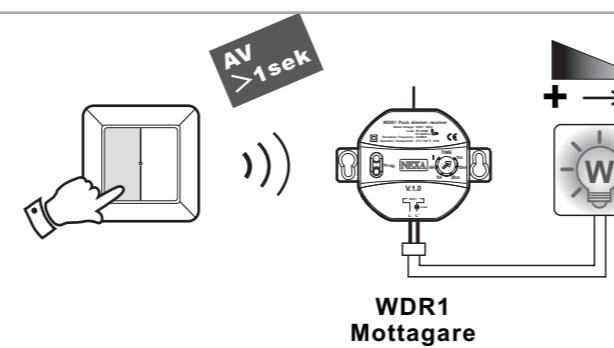

fig.14
• Genom längre tryck på vippans nedre del (>1sek) sänks belysningen mellan 100%-5% (se fig.14).